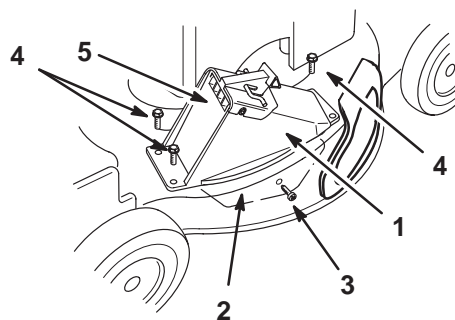

Abbildung 35
1. Tüllen (4)
7. Die Zunge des Auswurfkanals in den Rasenmäher stecken (Abb. 35).
8. Die Löcher im Kanal auf die Tüllen im Rasenmäher ausrichten (Abb. 35).
9. Darauf achten, daß das Loch in der Zunge auf das Loch in der Seite des Rasenmähers ausgerichtet ist (Abb. 35).
10. Die Kunststoff-Schneidschraube, die dem Graskorb beiliegt, in seitlichem Loch und Zunge anbringen und etwas anziehen (Abb. 35).
11. Den Auswurfkanal mit den drei Schrauben, die dem Graskorb beiliegen, am Rasenmäher befestigen (Abb. 35).
14. Die Auswurfkanaltür öffnen und schließen, um zu überprüfen, ob sie frei beweglich ist (Abb. 35).